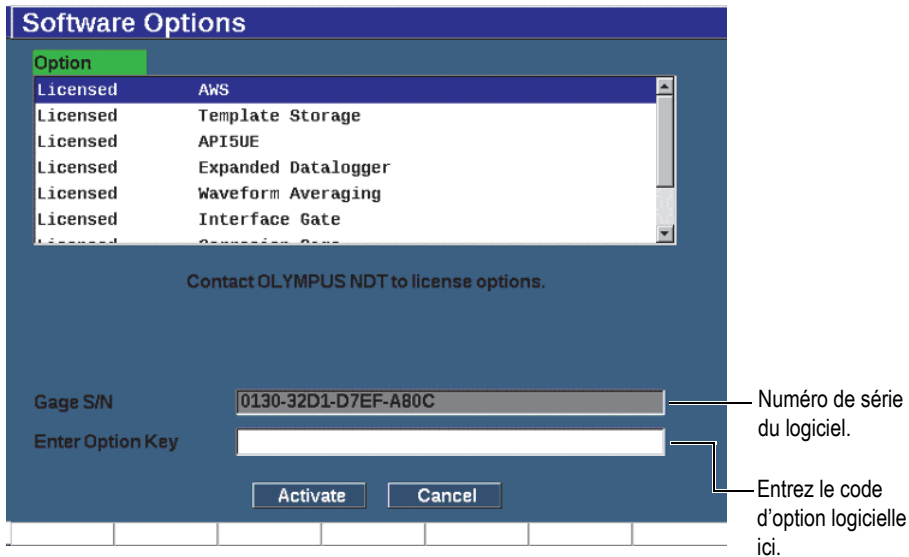

Figure 11-1 Boîte de dialogue d'entrée du code d'option logicielle
- Appuyez sur **Software Options** [touche P4] pour ouvrir la fenêtre **Software Options** (voir la Figure 11-1 à la page 248).
- Entrez le code d'activation dans le champ **Enter Option Key** (Entrez le code d'option) [voir la Figure 11-1 à la page 248].